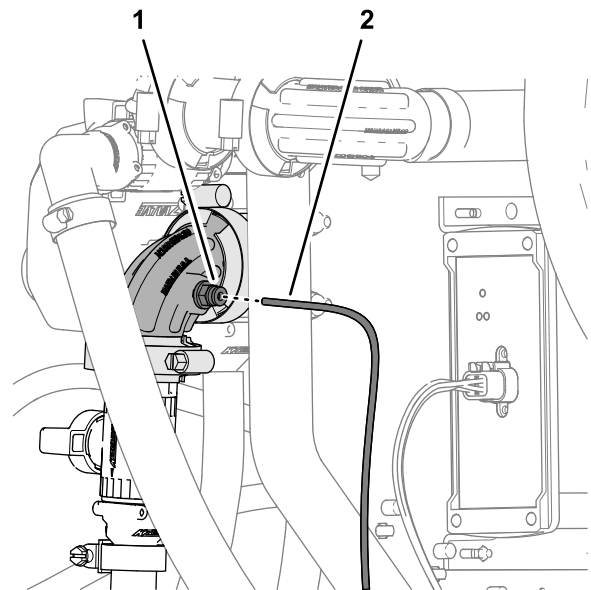

Bild 137
2. Fluchten Sie das Ende des Druckmessschlauchs (Kunststoff) für das Druckmanometer im Armaturenbrett mit dem arretierenden Stelling für die Schlauchkupplung am 90°-Anschlussstück des Abstellventils für den Handsprühstab oder die elektrische Schlauchtrommel aus (Bild 137).
3. Setzen Sie den Messschlauch in den arretierenden Stelling ein, bis er fest sitzt (Bild 137).